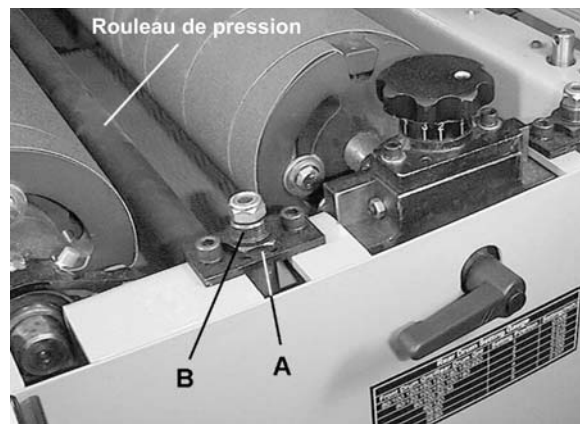

Figure 15
Les rouleaux de pression (Fig. 15) maintiennent la tension sur l'outil de travail quand il passe sur la machine. La tension du ressort des rouleaux de pression a été réglée depuis l'usine. Si un panneau ne parvient pas à passer sur la machine, ou si la surface finie d'un panneau est inégale, la tension du ressort des rouleaux de pression peut nécessiter des réglages.
1. Desserrez l'écrou hexagonal (A, Fig. 15).
2. Placez une clé de 17 mm sur le plat de la vis de réglage (B, Fig. 15) et abaissez la vis pour augmenter la pression du rouleau sur la pièce de travail ou soulevez la vis pour réduire la pression.
3. Resserrez l'écrou hexagonal (A, Fig. 15).